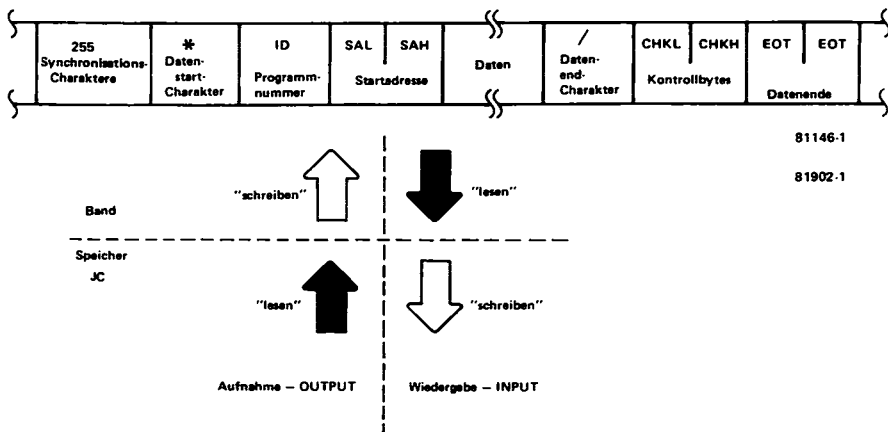

Bild 1. So stehen die Daten auf dem Band: Der Datenblock wird von einem "Vorspann" und einem "Nachspann" begleitet.
Zu jeder Datensendung gehören die eigentlichen Daten sowie eine "Einleitung" und ein "Schlußakkord". In Bild 1 ist skizziert, in welcher Reihenfolge die Glieder einer Datensendung auf dem Band stehen. Die Datensendung hat Ähnlichkeit mit einer Schlange: An den Kopf schließt sich ein mehr oder weniger langer Körper (der Datenblock) an, gefolgt von einem Schwanz. Lassen wir nun die Körperteile der Schlange am Tonkopf des Kassettenrekorders vorüberziehen:
Die Bedeutung dieser Adressen ist in Bild 2 dargestellt. Startadresse SA ist die erste Adresse des zu schreibenden oder zu lesenden Datenblocks. Bevor Daten auf das Band gesetzt werden können, muß der Junior-Computer natürlich wissen, an welcher Stelle im RAM er damit beginnen soll. Dies ist die Startadresse SA. Die letzte Adresse (LA) ist die Adresse, deren Inhalt als letztes auf das Band gesetzt wird. Nicht diese Adresse muß dem Computer vor dem Datentransport zum Band mitgeteilt werden, sondern die um einen Schritt höhere Endadresse EA. Aus Bild 1 geht hervor, daß Endadresse EA nicht auf dem Band steht. EA ergibt sich automatisch aus der Startadresse SA und der Länge des Datenblocks, so daß beim Lesen nur die Programmnummer ID und in bestimmten Fällen auch die Startadresse SA eingegeben werden muß.
Damit sind wir am Ende der Schlange in Bild 1 angelangt. Bis auf die Anzahl der Synchronisationszeichen (255 anstelle von 100) und die beim Junior-Computer sechsfach höhere Übertragungsgeschwindigkeit, verwendet der Mikrocomputer KIM dasgleiche Datenaufzeichnungsformat.